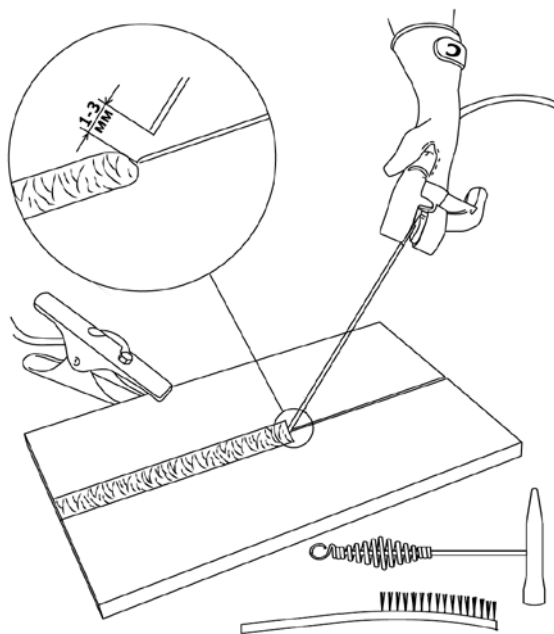

Рис. 10.2. Перед началом работы.
- 4.** Начинайте сварочный процесс (См. рис. 10.2).
Перед началом работы не забудьте проверить следующее (См. рис. 10.2):